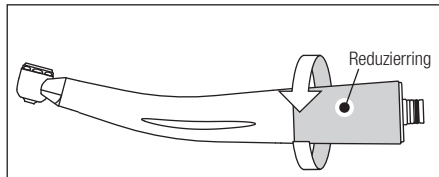

Abb. 7
- 1) Lösen und entfernen Sie den Reduzierring hinten am Handstück. (Abb. 7)